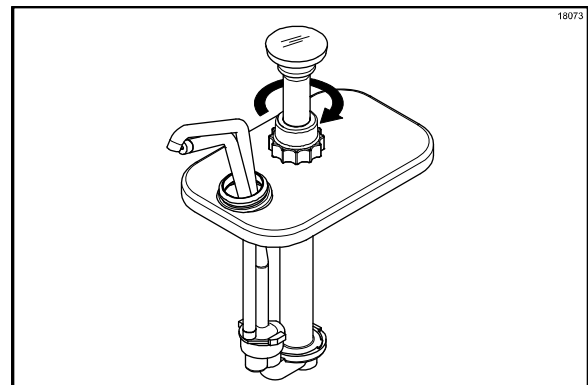

Figura 96
15. Aperte a porca do êmbolo girando-a no sentido horário. (Veja a Figura 96.)